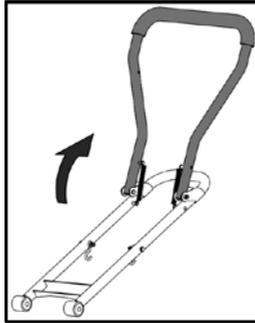

Fig. 2
1. Unfold the handle (Fig. 2).